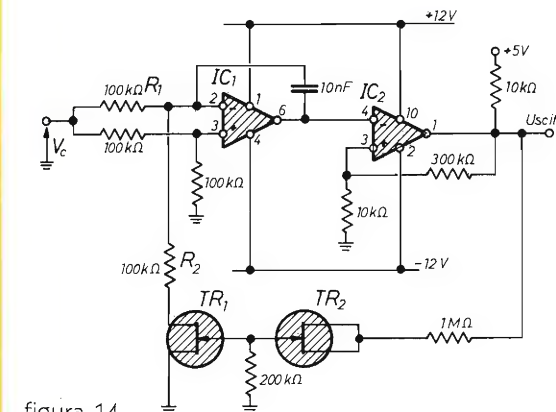

figura 14
3) VCO ad alta linearità (0.1% su due decadi) e con un campo di variazione tra 10 Hz e 10 kHz per una tensione di controllo tra 0 e 30 volt. L'uscita è un'onda quadra (figura 14). R_1 ed R_2 devono essere di precisione (1%)